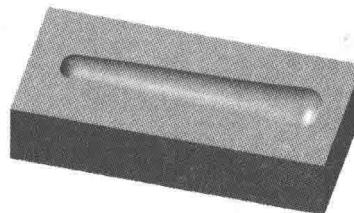

图 1.2.2 零件模型
Step2. 进入加工环境。选择下拉菜单 机床类型 → 铣削 → 默认 命令，系统进入加工环境，此时零件模型如图 1.2.2 所示。